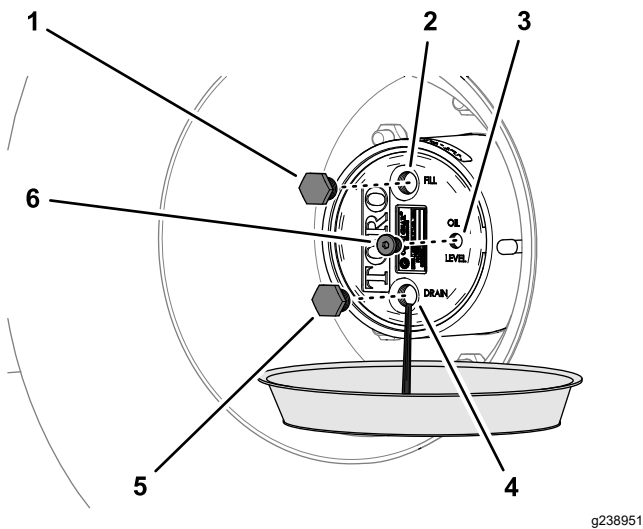

图 90
2. 将放油盘放在行星齿轮传动壳下面取出排油塞、加油塞和检查塞并让润滑油完全排出图 90。